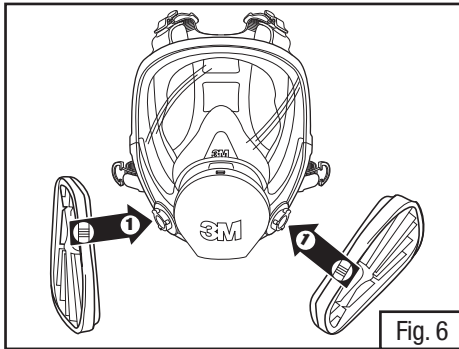

Fig. 6
1. Alinee la muesca en la orilla del adaptador 603 con la marca de la pieza facial, como se muestra (Fig. 6).